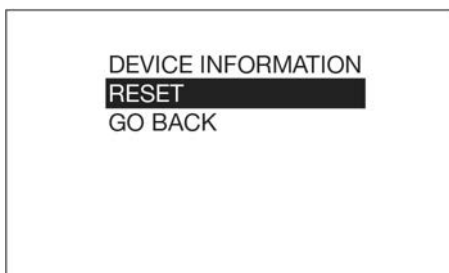

Fig. 53
3. Aparecerá el menú que se muestra en la Fig. 53. Utilice el botón de flecha ABAJO para resaltar RESTABLECER en la lista.